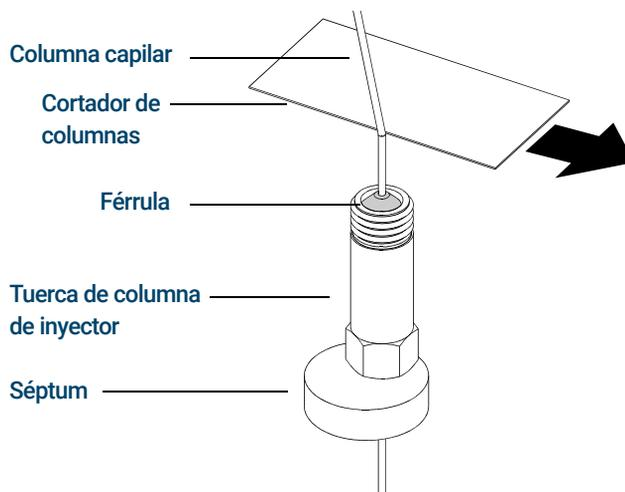

Figura 2. Preparación de una columna capilar para su instalación (en la imagen se muestra una tuerca de columna estándar para inyector)
- 2 Póngase unos guantes limpios e inserte un séptum, una tuerca de columna y una férrula acondicionada en el extremo libre de la columna. En la **Figura 2** se muestra una tuerca de columna estándar para inyector; no obstante, la tuerca está colocada de forma similar a una tuerca de columna de autoapriete. El extremo cónico de la férrula debe quedar orientado en sentido opuesto a la tuerca de la columna para realizar la conexión de la columna a un inyector.